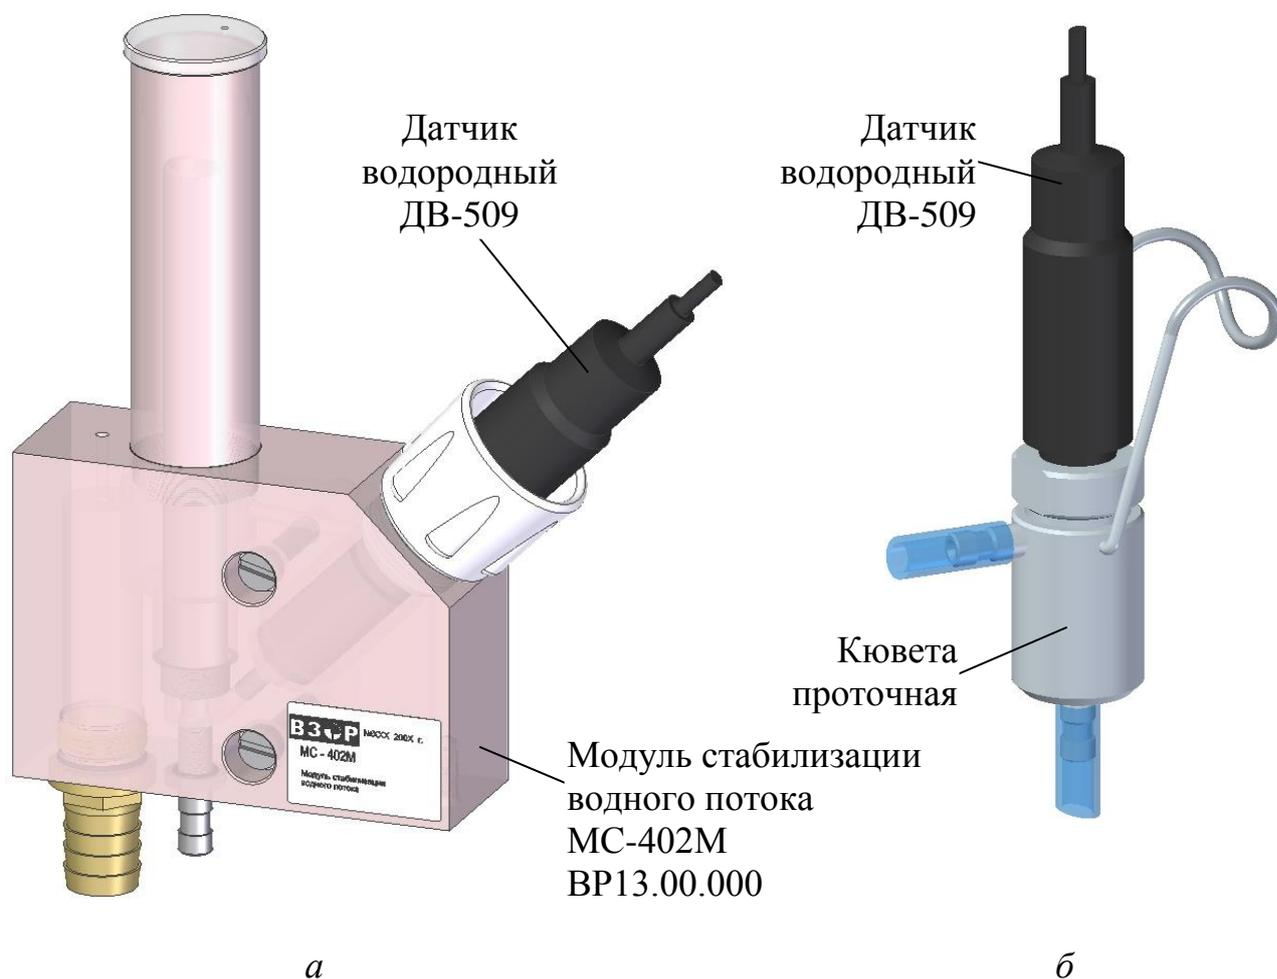

Рисунок 2.9
- от 0,07 до 5,00 дм³/мин датчик установить в соответствии с руководством по эксплуатации на модуль стабилизации водного потока МС-402М (МС-402М/1) ВР13.00.000РЭ (рисунок 2.9а);
- от 0,07 до 0,60 дм³/мин датчик установить в соответствии с этикеткой на кювету проточную ВР11.03.000ЭТ (рисунок 2.9б);